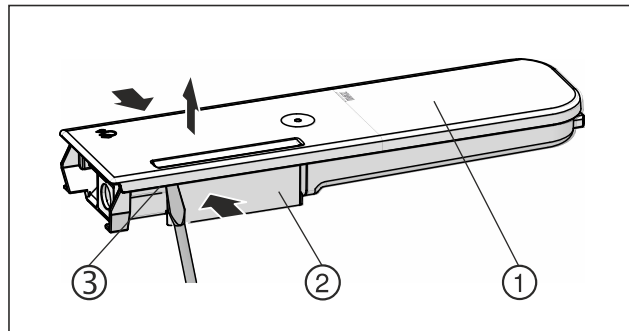

Fig. 128
- Stlačte nádrž na vodu Fig. 128 (2) k sobě a víko Fig. 128 (1) opatrně vypáče přes západky Fig. 128 (3) a vytáhněte nahoru.
- Víkem Fig. 128 (1) pohybujte lehce tam a zpět a sejměte jej nahoru.